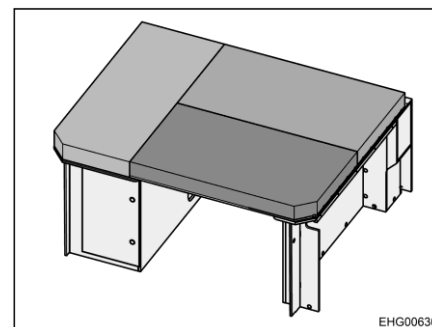

Fig. 32 Lit arrière (transformé en couchette)
- Répartir les coussins sur la couchette comme représenté à la Fig. 32.